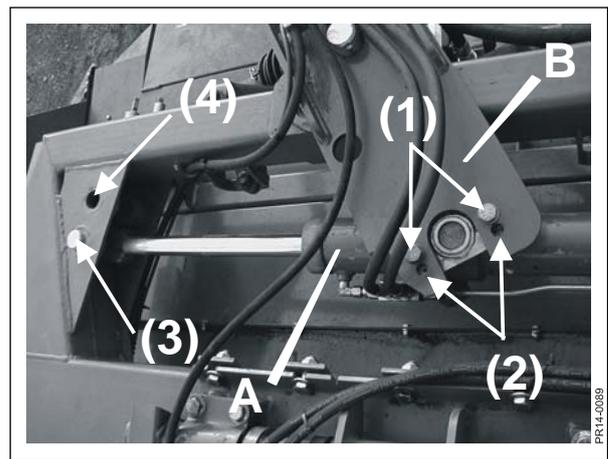
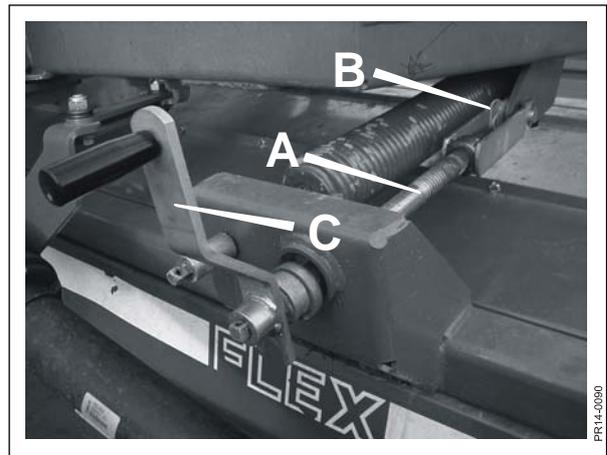

Fig. 3-10
Fig. 3-12
Fig. 3-10 Le vérin de barre d'attelage **A** peut être monté selon 2 positions sur la barre d'attelage **B**. La position détermine le déport de la barre d'attelage. En sortie d'usine, le vérin est monté en position **(1)** qui donne le plus faible déport.
Fig. 3-10 A l'autre extrémité, le vérin est monté en position **(3)**. L'autre orifice de montage, position **(4)** est **SEULEMENT** prévue pour travailler avec des tôles asymétriques lorsque le déport de la barre d'attelage est différent à droite et à gauche.
Fig. 3-12 Le réglage de la hauteur de coupe se fait en réglant l'inclinaison de la barre de coupe par les 2 broches **A**. Retirer la goupille **B** et tourner la tige **A** avec la poignée **C**. Après le réglage, remonter la goupille **B** car elle bloque le réglage.
- Desserrer légèrement les ressorts horizontaux Top Safe (Fig. 3-12) et serrer légèrement les ressorts verticaux (Fig. 3-10).